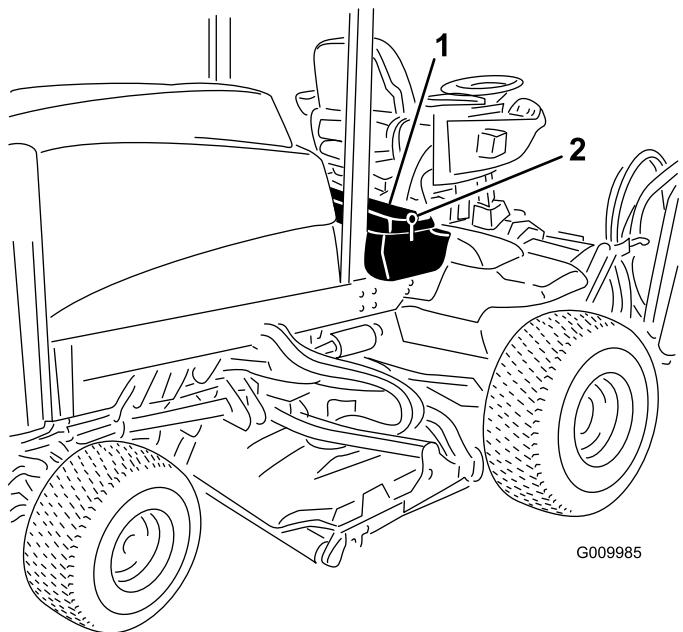
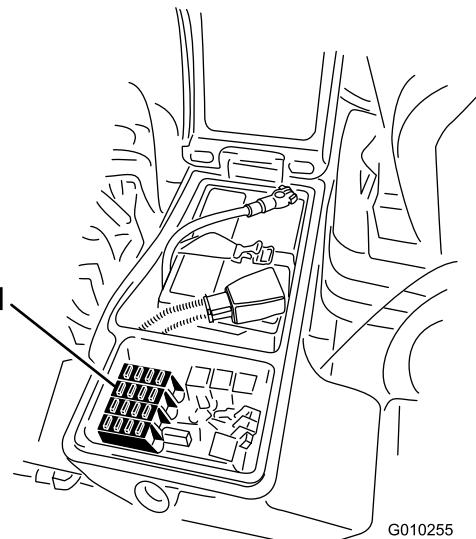

Figura 77
Figura 78
(Figura 77) per esporre il portafusibili (Figura 78).
2. Sostituite il fusibile aperto (o fusibili aperti) come opportuno (Figura 78).
3. Chiudete il coperchio del vano portaoggetti di destra e fissatelo con il dispositivo di chiusura (Figura 77).